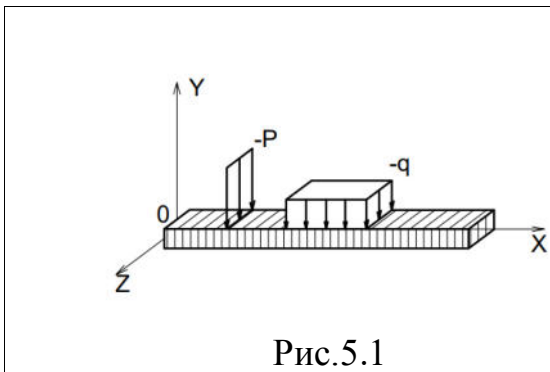
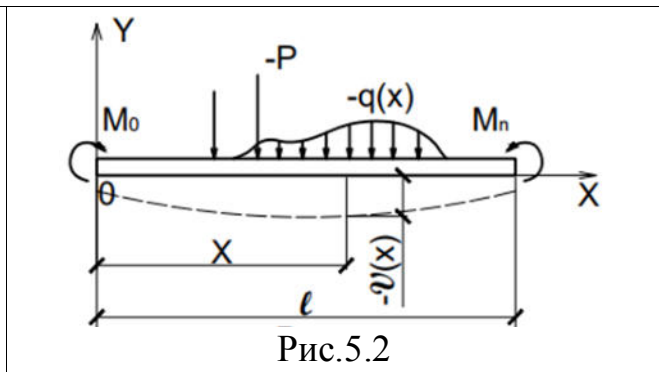

Рис.5.1
Рис.5.2
**5. На рис. 5.1 показана балка-стенка, на рис. 5.2 показаны эпюры ....**